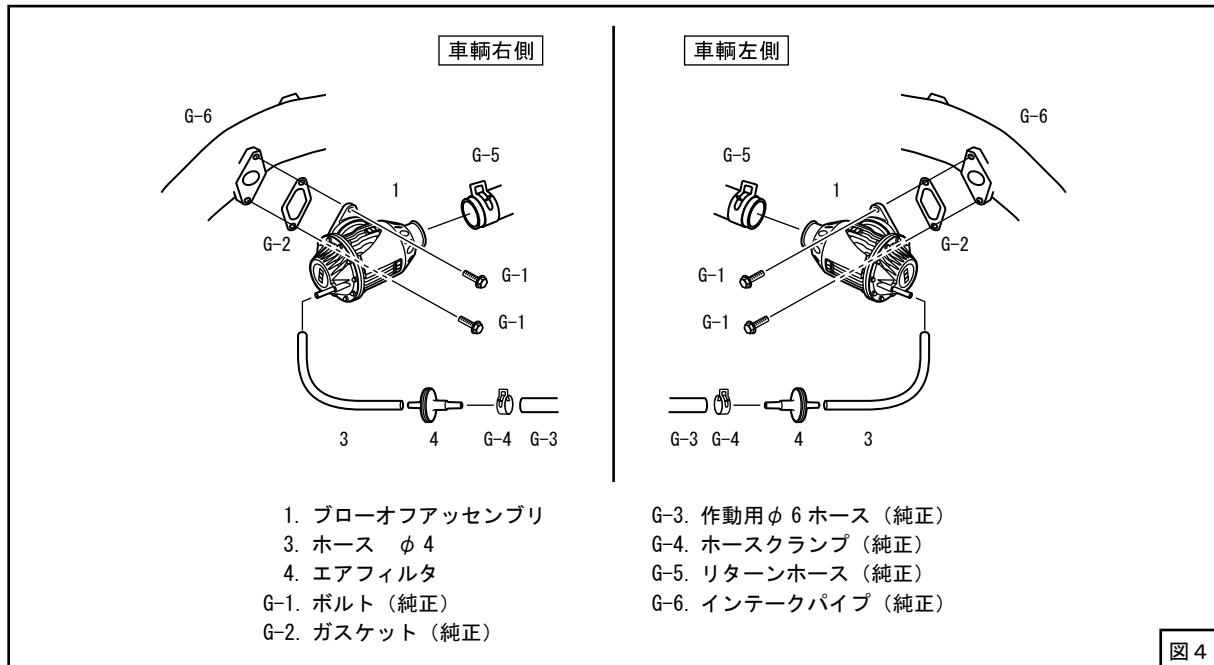
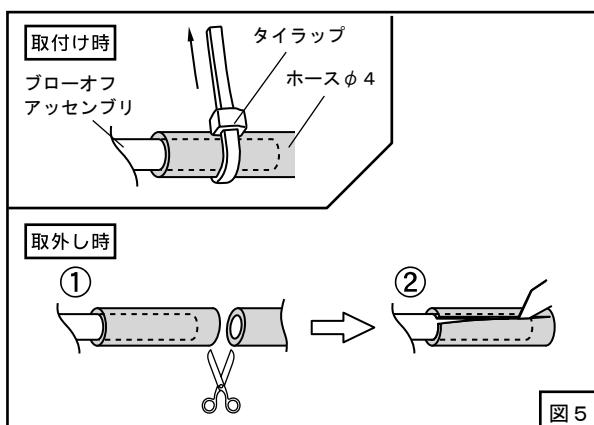

図 4
図 5
(1) ブローオフアッセンブリをインテークパイプに取付けてください。(図 4)
(2) 左右のブローオフアッセンブリに純正リターンホースをそれぞれ取付けてください。(図 4)
(3) キットパーツを使用してブローオフバルブ作動用の配管を行ってください。ホース ϕ 4 は適当な長さに（ある程度余裕を持たせて）切って使用してください。(図 4)
(図 4、図 5)
ブローオフアッセンブリを取り外す時など、ホース ϕ 4 をブローオフアッセンブリから抜く際は、タイラップを外した後、一度ホース ϕ 4 を切断し切り込みを入れてから取外してください。(図 5)